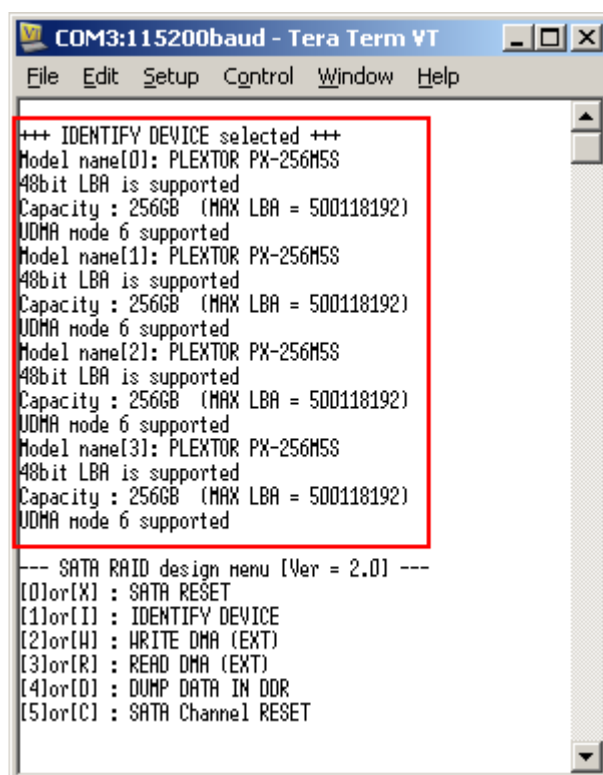

図 3-2: IDENTIFY DEVICE コマンドによるディスク情報の表示画面
- 実行結果としてディスク情報(モデル番号、48bitLBA サポートの有無、ディスク容量、UDMA モード)が図 3-2 に示すように表示されます。